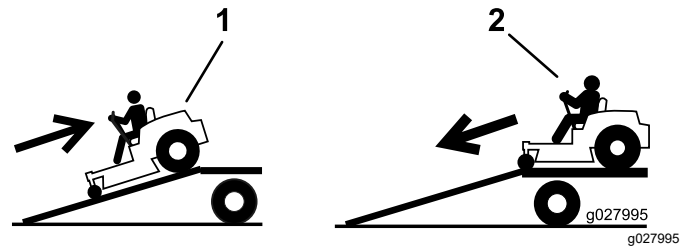

Figura 32
2. Baje la máquina por la rampa conduciendo hacia adelante (Figura 32).